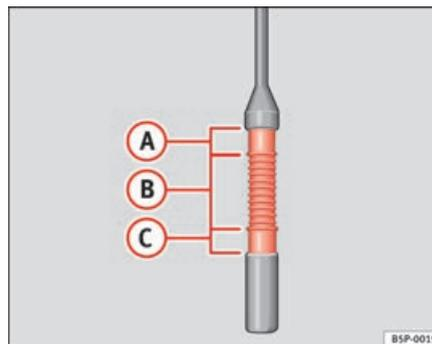

Abb. 166 Ölmesstab.
- Den Messstab anschließend wieder herausziehen und den Ölstand ablesen ⇒ Seite 224, Abb. 166. Füllen Sie gegebenenfalls Motoröl nach.